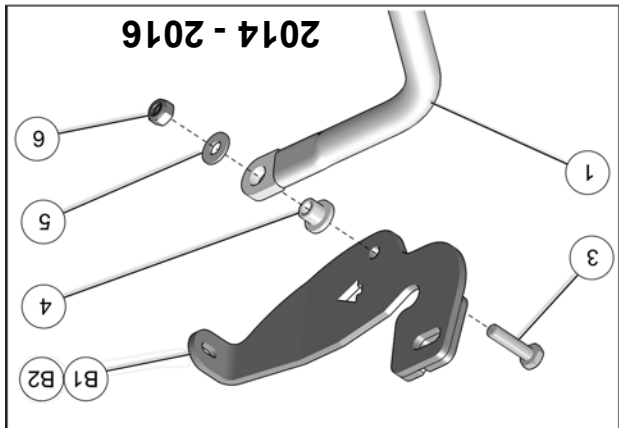

Fig. 11
11. Fixer le bras stabilisateur (1) au point d'ancrage de la plaque (B1-B2):
Véhicules d'années-modèles 2014 à 2016: utiliser le boulon M10x40mm (3), l'espacer (4), la rondelle (5) et l'écrou (6). Serrer à un couple de 50 N•m [37 lb•pi]. Voir la Fig. 11